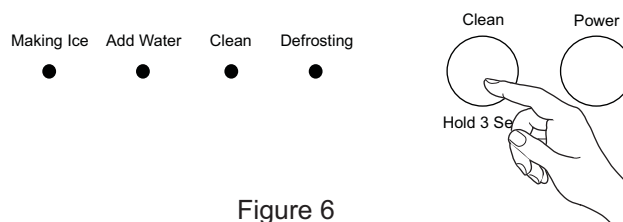

Figure 6
7. Branchez l'Opal et maintenez le bouton Clean enfoncé durant 3 secondes pour lancer le processus de nettoyage. Voyez la Figure 6.